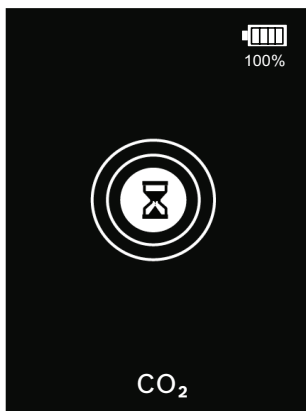

Fig. 5: Ciclo de calentamiento
- ⇒ Para preparar el sensor, el IR LD 1.0 realiza automáticamente un ciclo de calentamiento de 50–60 segundos. El ciclo de calentamiento se indica con un reloj de arena rodeado de una serie de anillos concéntricos que se iluminan desde el centro hacia fuera (consulte la Fig. 5).